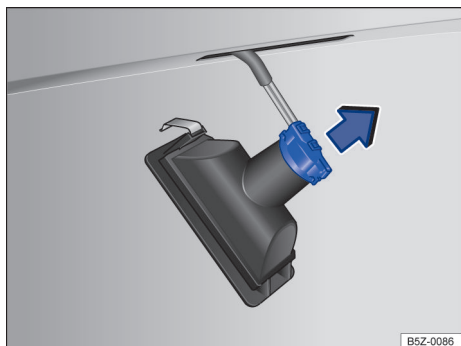

Fig. 127 Lanterna da placa de licença: remover o soquete da lâmpada.
4. Girar o soquete da lâmpada no **sentido anti-horário** e retirar na direção da seta → Fig. 127.